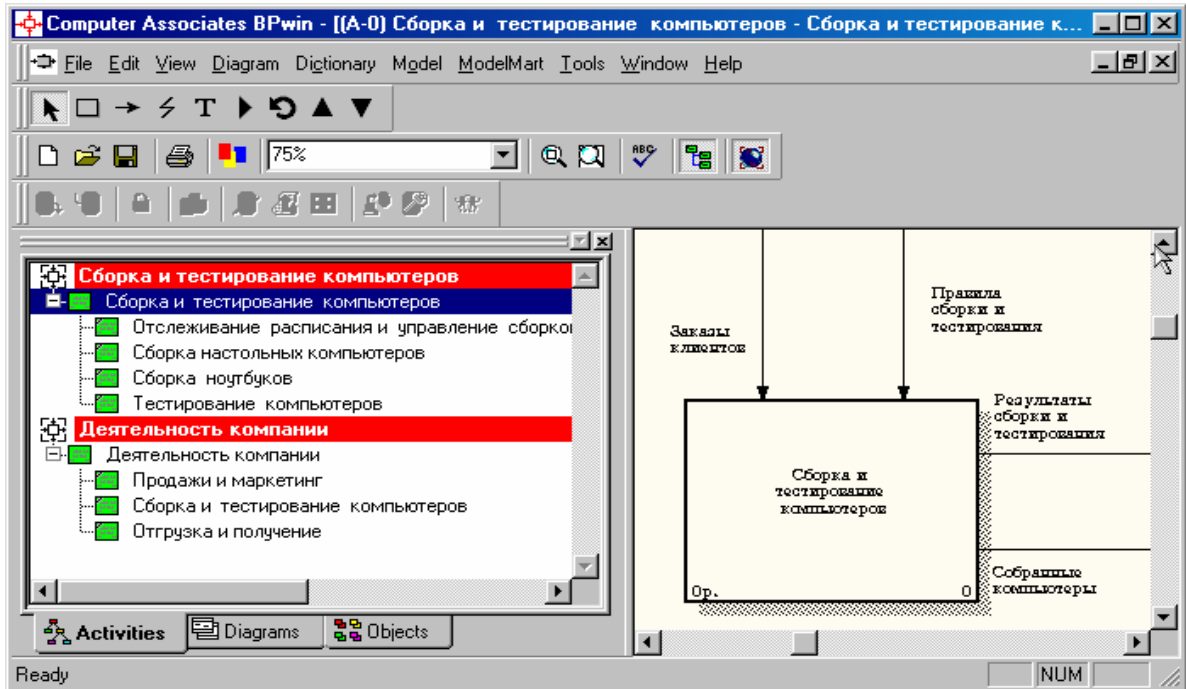
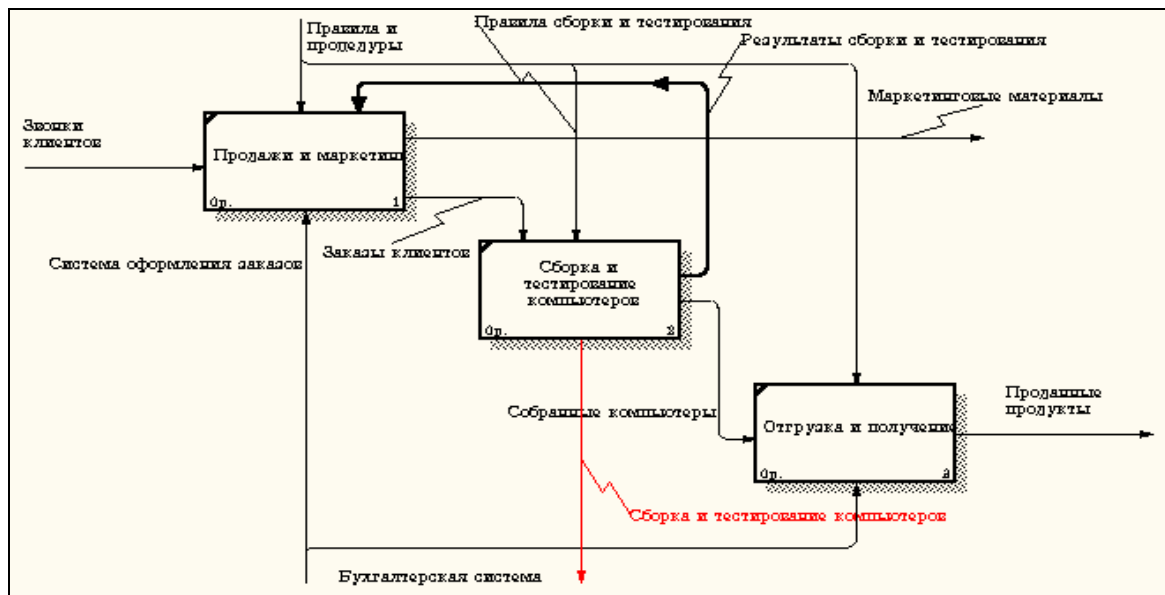

Рисунок 7.3 – В *Model Explorer* появилась новая модель «Сборка и тестирование компьютеров»
Рисунок 7.4 – На диаграмме А0 модели "Деятельность компании" появилась стрелка вызова "Сборка и тестирование компьютеров"
3. Посмотрите на результат: в *Model Explorer* появилась новая модель (рисунок 7.3), а на диаграмме А) модели "Деятельность компании" появилась стрелка вызова "Сборка и тестирование компьютеров" (рисунок 7.4).